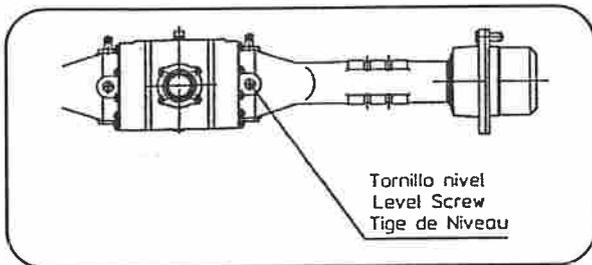

Fig. 14
- Puente diferencial delantero: Tiene aceite único para el diferencial y las reductoras. Soltar el tornillo nivel (Fig. 14) y operar igual que en el apartado anterior.